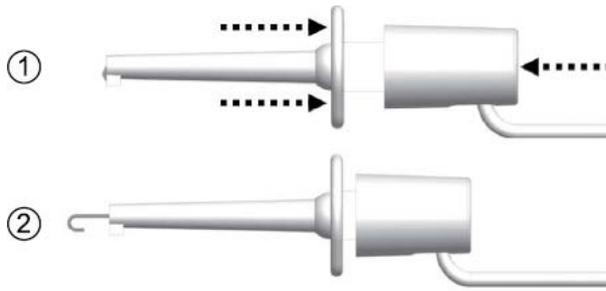

Figura 36. Accionar el miniganchito del cable monopolar.
1. Presione ambos extremos del accionador para dejar al descubierto el minigancho del cable monopolar (Figura 36).